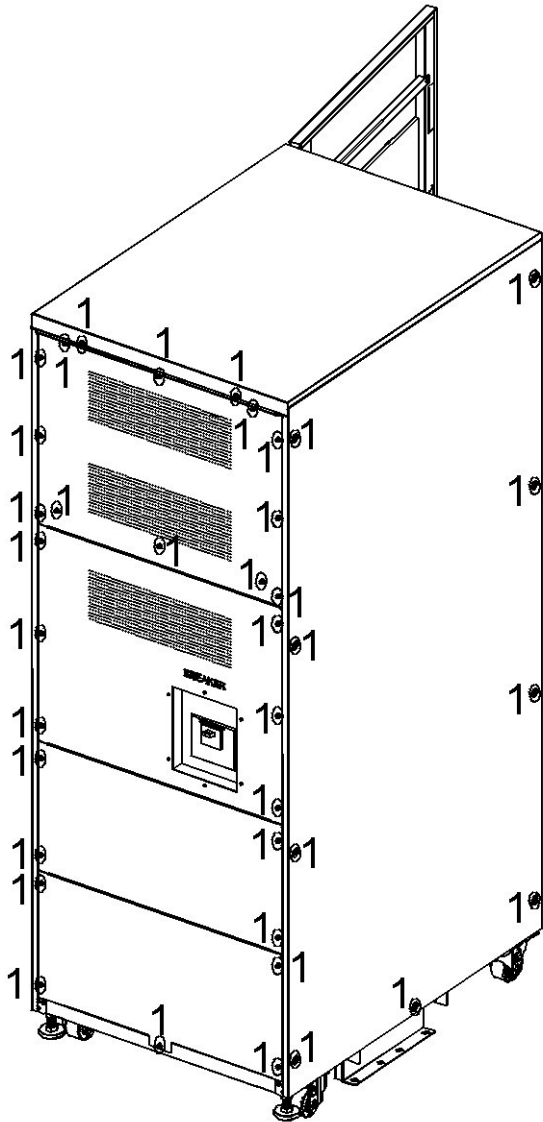

Figure 5-43A
1. Retirer toutes les vis étiquetées 1 (Figures 5-43A et 5-43B).